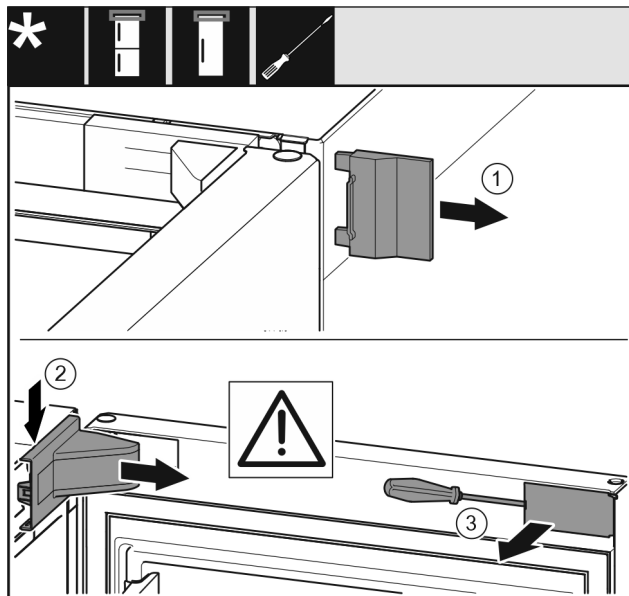

Fig. 5
- ▶ Sejměte vnější kryt. Fig. 5 (1)
- ▶ Odjistěte a uvolněte kryt stojanu ložiska. Sejměte kryt stojanu ložiska. Fig. 5 (2)
- ▶ Plochým šroubovákem vyjměte zásepku a otočte ji ke straně. Fig. 5 (3)